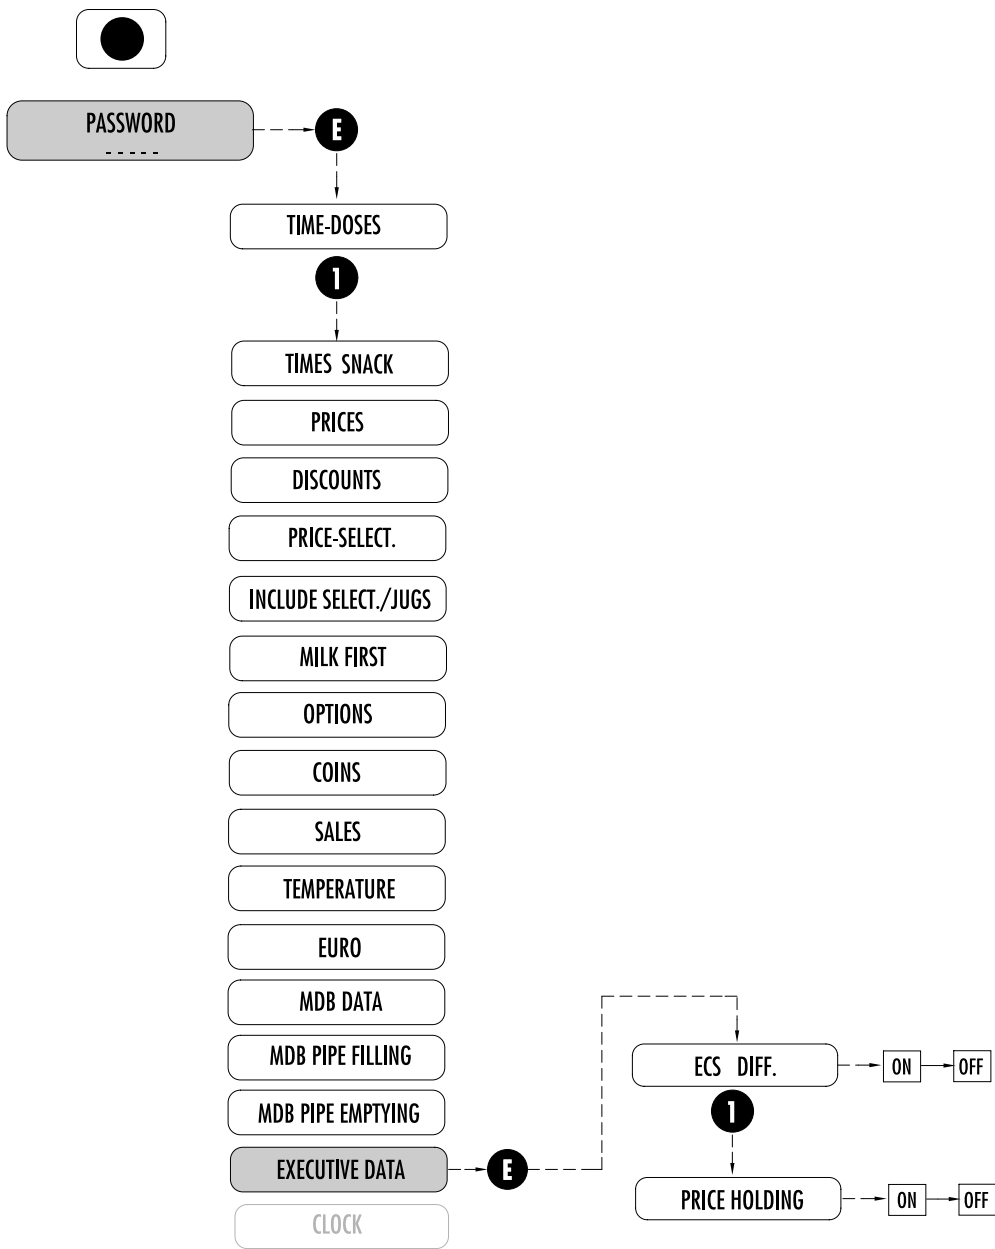

Fig. 7.19
7.2.16 EXECUTIVE DATA (Fig. 7.19)